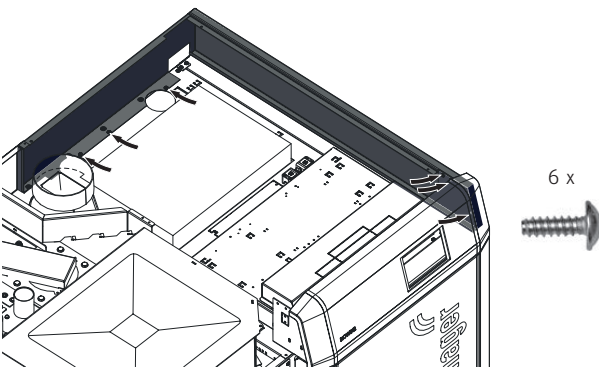

Fig. 79 Poggiare la parte superiore del rivestimento destro in alto e avvitare
- ▶ Poggiare la parte superiore del rivestimento destro in alto in corrispondenza della parete laterale destra e fissarla con 6 viti autofilettanti – Fig. 79.